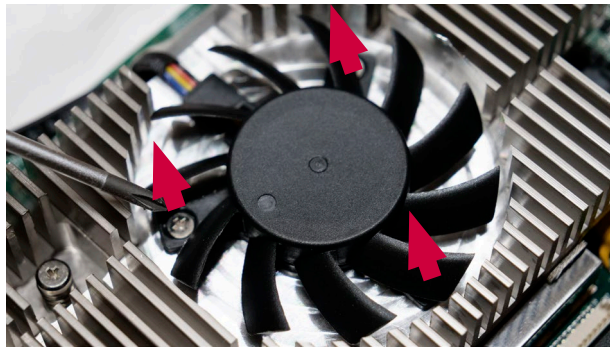

图 24 拆卸风扇上的螺钉
b) 拧松将风扇固定到位的三个螺钉(图 24)
f) 插入并拧紧固定风扇的三个螺钉(最大扭矩为 0.3Nm)(见图 24)